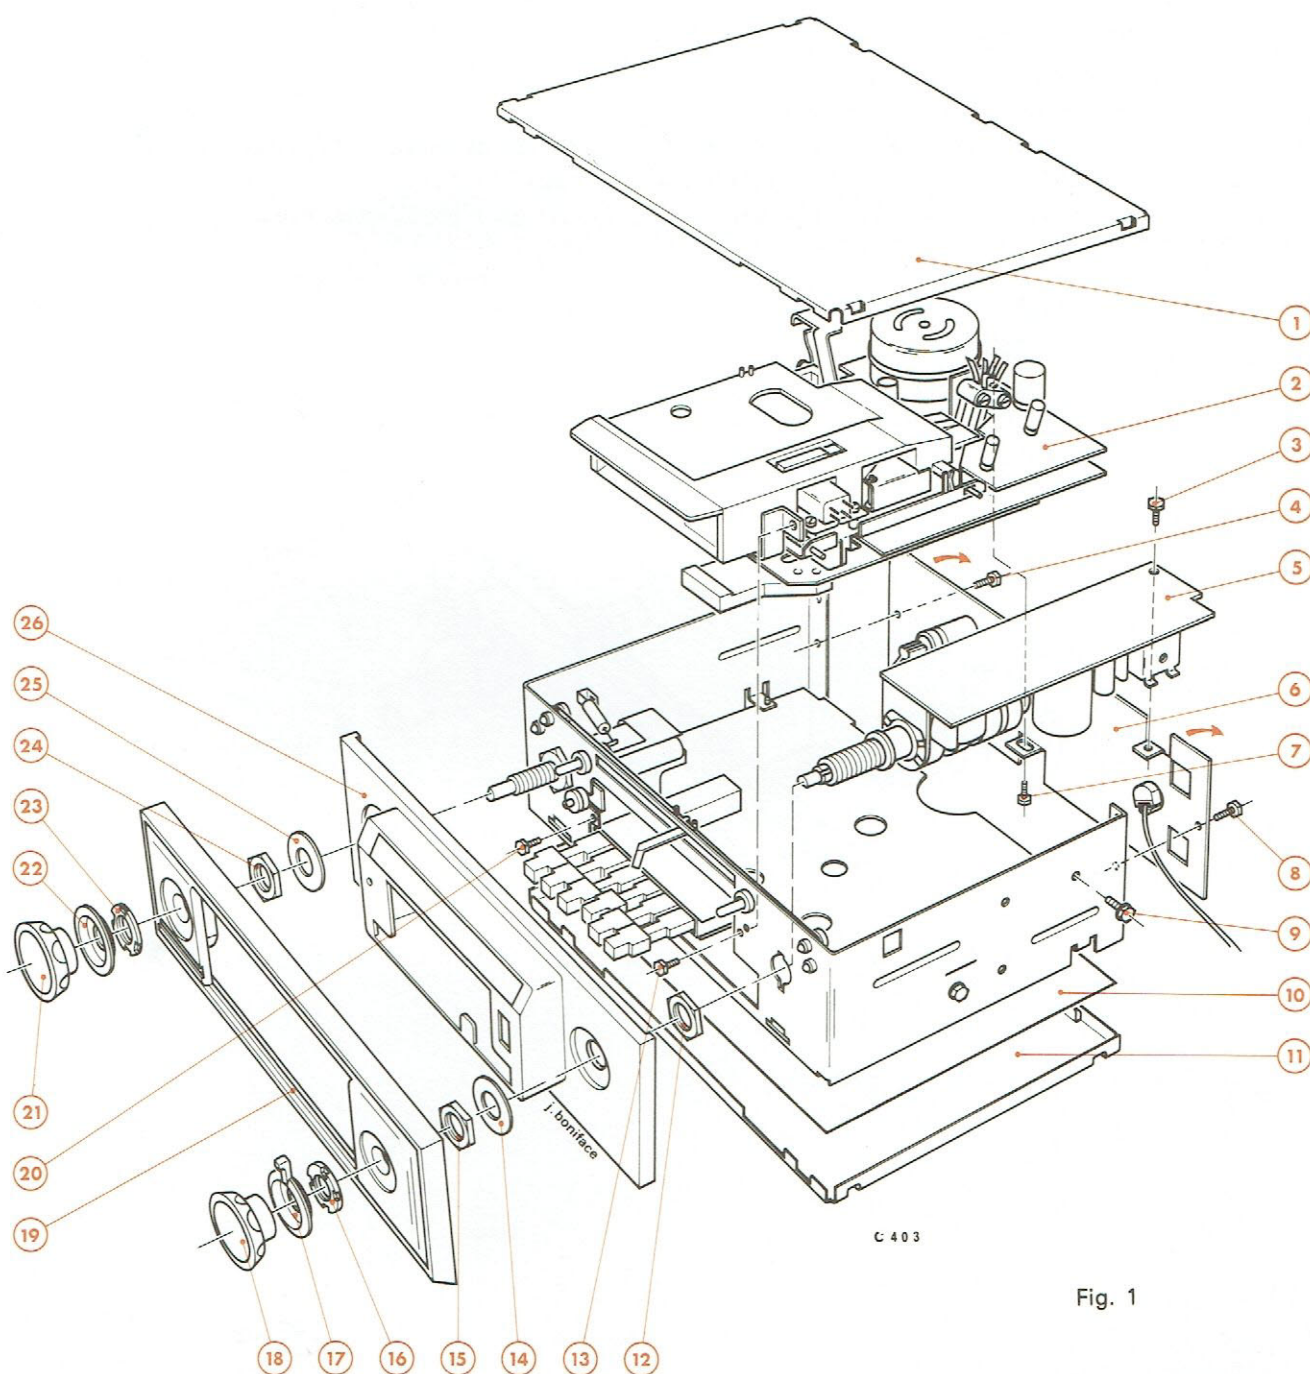

Fig. 1
A. ACCÈS AU CIRCUIT IMPRIMÉ COTÉ SOUDURES (Fig. 1)
- 1° - Enlever la plaque inférieure (11) par traction.
- 2° - Retirer la feuille cartonnée isolatrice (10).
B. ACCÈS AU CIRCUIT IMPRIMÉ COTÉ ÉLÉMENTS, AU LECTEUR DE CASSETTES ET AU CORDONNET D'ENTRAÎNEMENT (Fig. 1)
C. ACCÈS A LA FACE AVANT DE L'APPAREIL (Fig. 1)
- 1° - Enlever, par traction, les boutons de commande (18), (21) et les molettes chromées (17), (22).
- 2° - Dévisser et enlever les écrous en plastique (16) et (23).
- 3° - Retirer le cache-façade (19).
- 4° - Dévisser et enlever les écrous en métal (15) et (24).
- 5° - Retirer le cadran des stations (26) et récupérer les rondelles (14) et (25).
D. DÉMONTAGE DU LECTEUR DE CASSETTES (Fig. 1)
- 2° - Dévisser et enlever les vis (3), (4), (7) et (8).
- 3° - Basculer la plaque (6) dans le sens des flèches.
- 4° - Dévisser et enlever les vis (13) et (20).
- 5° - Retirer le lecteur de cassettes (2) en le poussant vers l'arrière du châssis.
E. DÉMONTAGE DE LA PLATINE BF (Fig. 1)
- 4° - Dévisser et enlever l'écrou (12) et la vis (9).
- 5° - Dessouder le point de masse entre la platine (5) et le châssis.
- 6° - Enlever le connecteur fiché sur la platine (5) et séparer cette dernière du châssis.